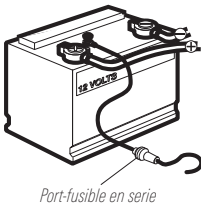

Figure 4
- 1b. Si vous devez connecter la tête de commande directement à la batterie, procurez-vous un porte-fusible et un fusible de 1 ampère (non inclus), et installez-les en série afin de protéger l'appareil (Figure 4). Humminbird® ne garantit pas le produit contre les surtensions et les surintensités.